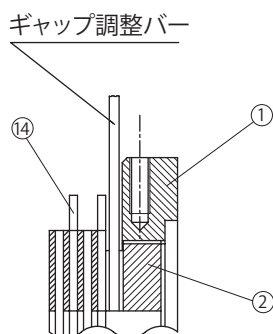

図 8-20
フィールド④側から見て左に回すとギャップが狭くなります。(図 8-20 参照)
- (4) アウターディスク⑭とセンターリング①の間には、取付ボルト③と固定ボルト①が交互に 6本ずつ通っているため、ギャップ調整バーを回していくとそれらのボルトに当たります。ギャップ調整ネジ②には 8等配の溝があり、ギャップ調整バーがボルトに当たるごとに(3)を繰り返して、ギャップ G を規定値に調整します。
- (5) ストッパー⑯を、規定ギャップに最も近い溝とネジ穴の点を選び取り付けてください。
- (6) ブレーキの手動解放を元の状態に復帰させた後、電源を入・切してブレーキ動作を確認してください。
- (7) ファン⑦、カバー⑧を取り付けます。この時ファンセットボルト⑩には、スリーボンド TB2365 を塗布してください。